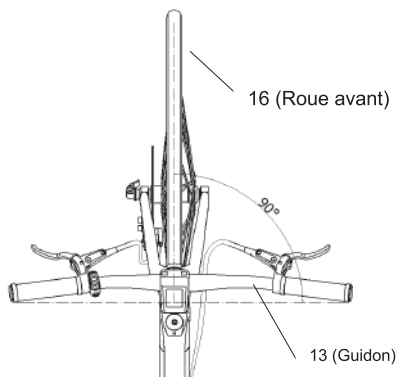

Figure 52-1.
a. Serrez les roues avant avec vos jambes ou alignez-les avec la pièce 3 (tube supérieur) et ajustez l'angle entre la pièce 13 et la pièce 16 jusqu'à ce qu'elles soient perpendiculaires, comme le montre la Figure 52-1.